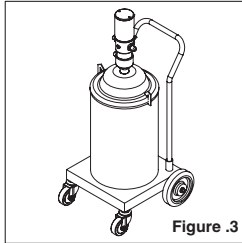

Figure .3
3. Remplacez la pompe, le plateau suiveur et le couvercle sur le réservoir et fixez le couvercle au réservoir (**Figure 3**).